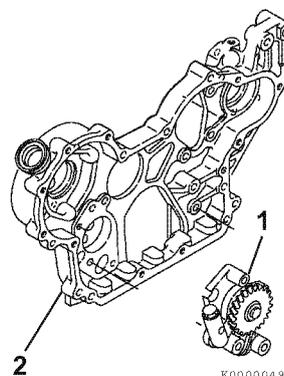

Figure 9-13
2. Enlevez les boulons de l'ensemble pompe à huile. Retirez l'ensemble pompe à huile (1, **Figure 9-13**) du logement du carter d'engrenage (2, **Figure 9-13**).